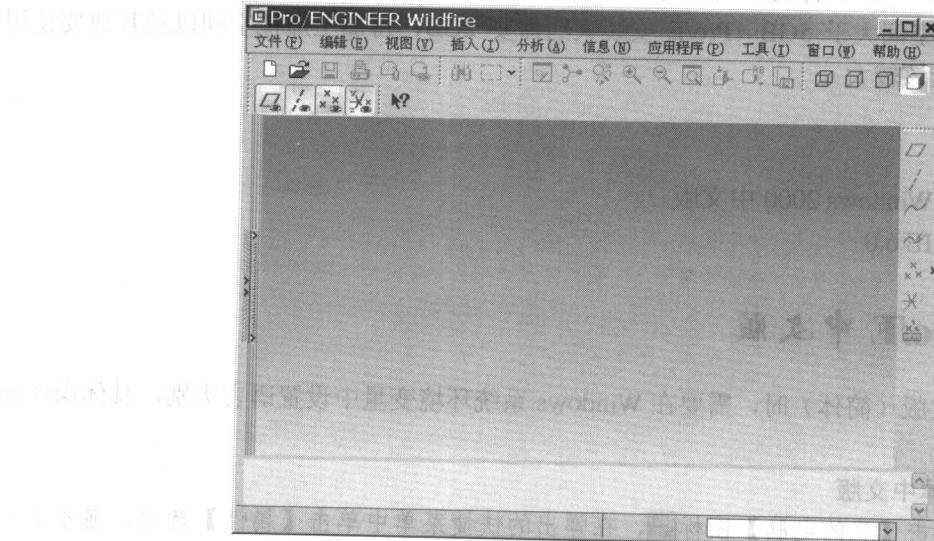

图 1-5 Pro/E 系统默认的初始界面
5. 安装 Pro/ENGINEER Wildfire，安装完成后重新启动计算机，Pro/E 系统默认的初始界面如图 1-5 所示。